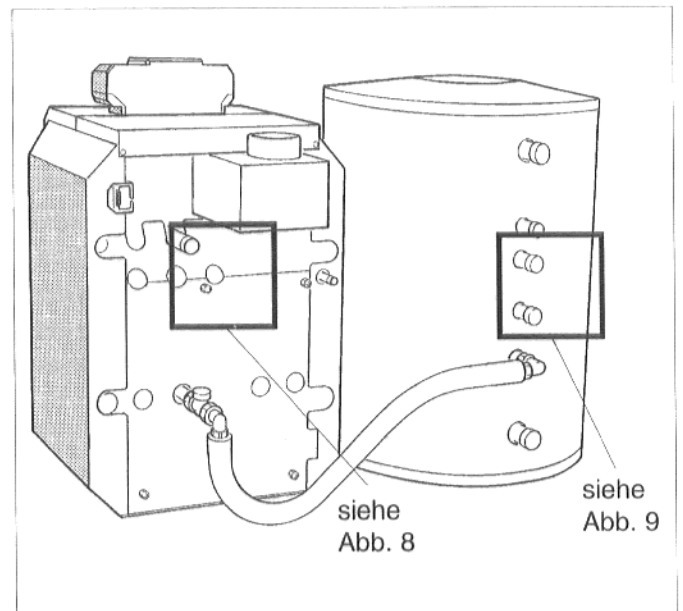

Abb. 7: Rückansicht, Rücklaufverbindung montiert
- O-Ring in die Nut des Doppelnippels einlegen und Doppelnippel in den Speichervorlauf am Kessel einschrauben (Abb. 7 und 8).
- Flachdichtung in die Überwurfmutter eines Winkels einlegen und Winkel am Doppelnippel festschrauben (Abb. 7 und 8).
- Flachdichtung in die Überwurfmutter des zweiten Metallwellschlauchs einlegen, Metallwellschlauch vorformen und am Winkel festschrauben (Abb. 7 und 8).
- Flachdichtung in die Überwurfmutter der Verlängerung einlegen und Verlängerung am Speichervorlauf festschrauben (Abb. 7 und 9).
- Flachdichtung in die Überwurfmutter des Rückschlagventils einlegen und Rückschlagventil an der Verlängerung festschrauben (Abb. 7 und 9).
- Flachdichtung für die Pumpe ($\varnothing 44 \times 28 \times 2$) in die andere Überwurfmutter des Rückschlagventils einlegen und Speicherladepumpe mit der Fließrichtung nach oben am Rückschlagventil festschrauben (Abb. 7 und 9).
- Die zweite Flachdichtung für die Pumpe ($\varnothing 44 \times 28 \times 2$) in das Reduzierstück einlegen und Reduzierstück am Saugstutzen der Speicherladepumpe festschrauben (Abb. 7 und 9).
- Flachdichtung in die Überwurfmutter des letzten Winkels einlegen und Winkel am Reduzierstück festschrauben (Abb. 7 und 9).
- Flachdichtung in die zweite Überwurfmutter des Metallwellschlauchs einlegen und Metallwellschlauch am Winkel festschrauben (Abb. 7 und 9).